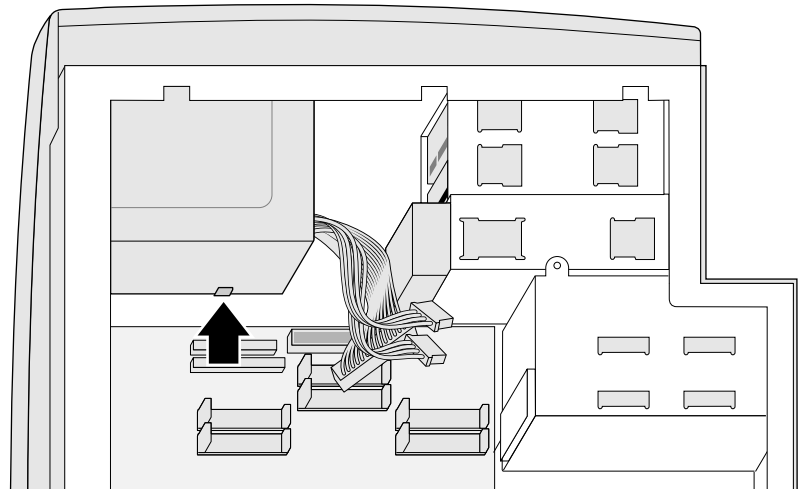

Figura 7-5 Linguetta dell'alimentatore
4. Appoggiarlo sulla linguetta, come illustrato nella Figura 7-5.